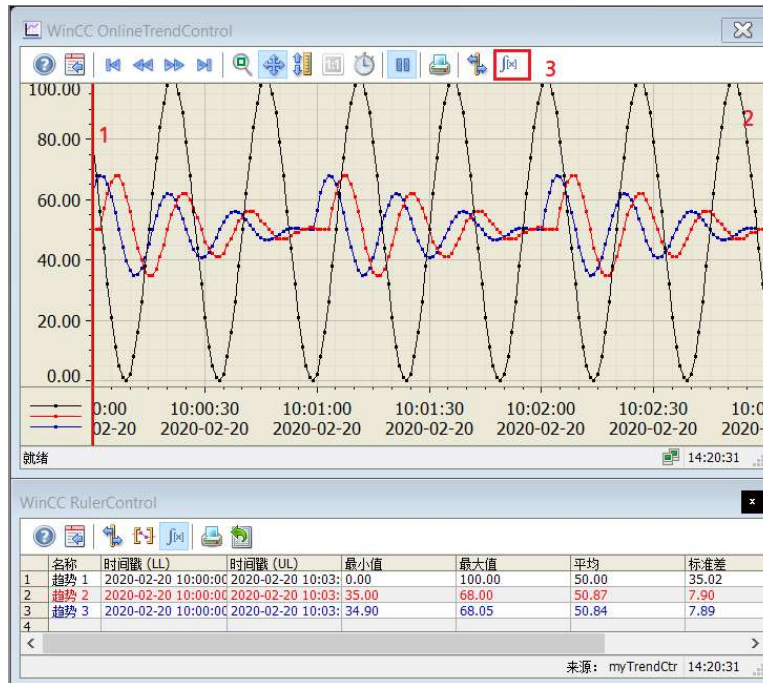

图 18
2. 通过鼠标拖动统计的坐标轴，调整统计数据范围，然后点击“计算统计”项计算出统计数据。如图 18 所示。